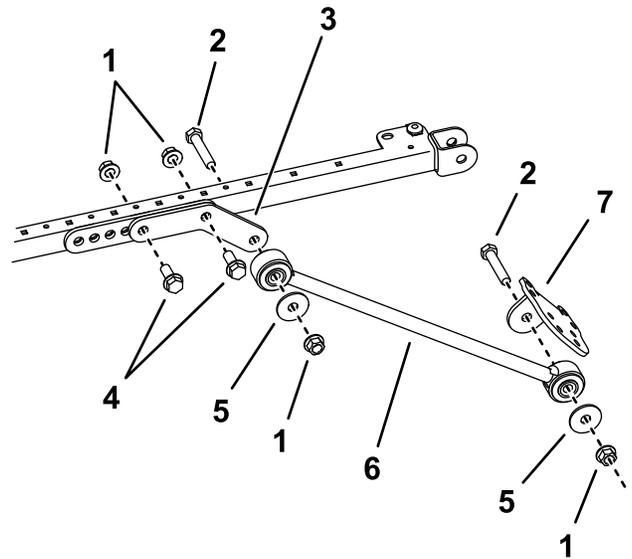

**図 36**
8. **図 36** に示されている取り付け穴を利用して、各ブレースブラケットを ROPS の柱材に取り付ける Uボルト $3\frac{7}{8} \times 5$ " とフランジナット 2 個を使用する。